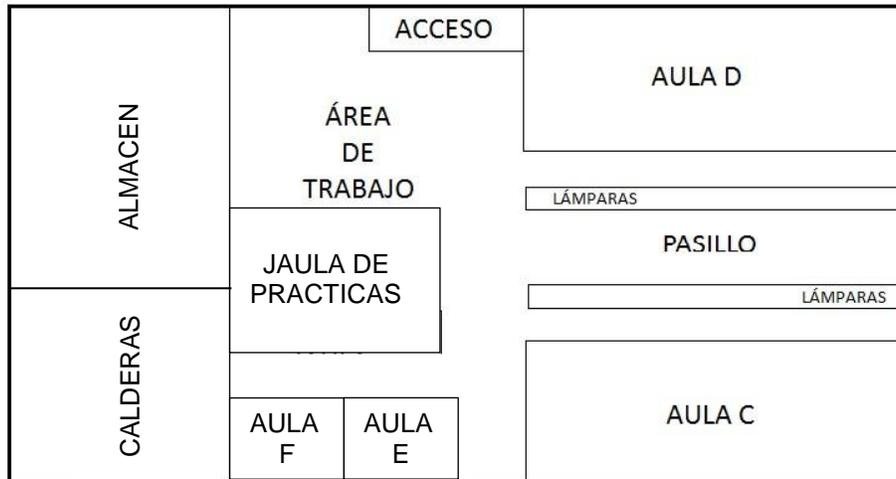

Figura 7.1
5. Ubique los puntos dentro del espacio de lado derecho de la jaula como se muestra en la figura 7.1